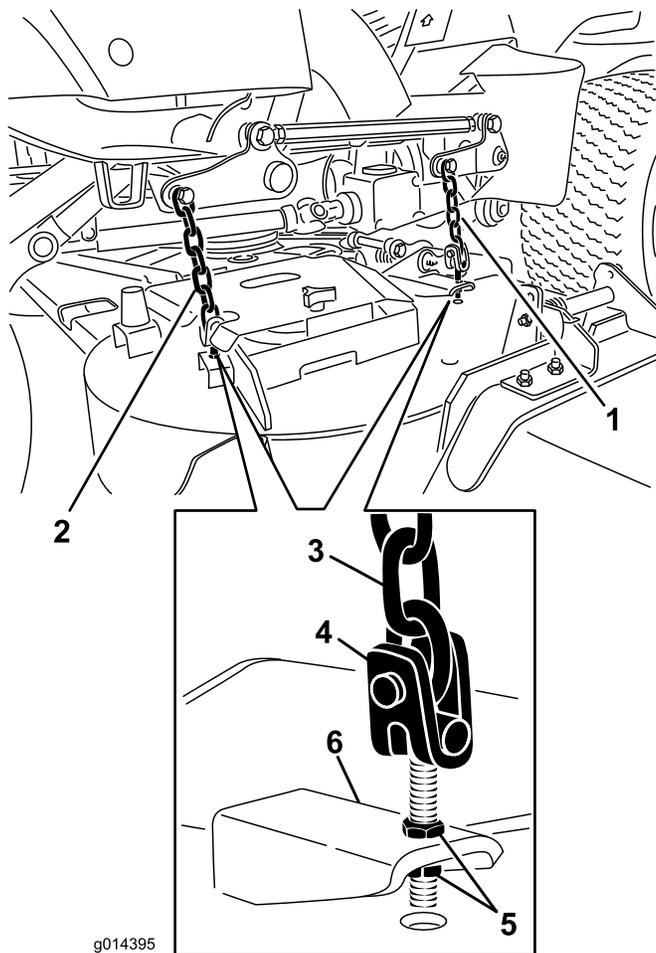

Figura 70
- Regolate i controdadi che fissano le forcelle/catene della scocca al piatto di taglio, fino a livellare il piatto di taglio (Figura 70).
- Regolate i controdadi che fissano le forcelle/catene posteriori del piatto in modo da sollevare la parte posteriore del piatto, finché il passo della lama non è di 8 mm (Figura 70).